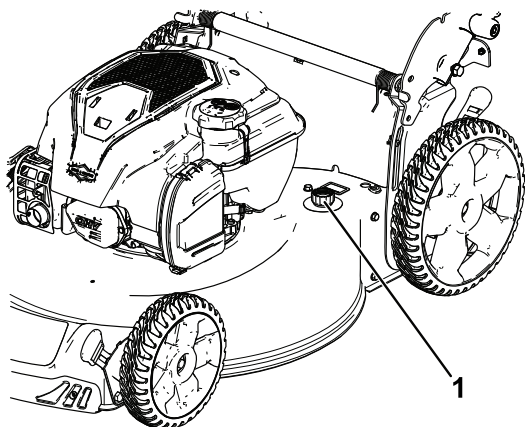

Figura 19
5. Ligue uma mangueira de jardim, ligada a uma torneira, à entrada para lavagem (Figura 19).